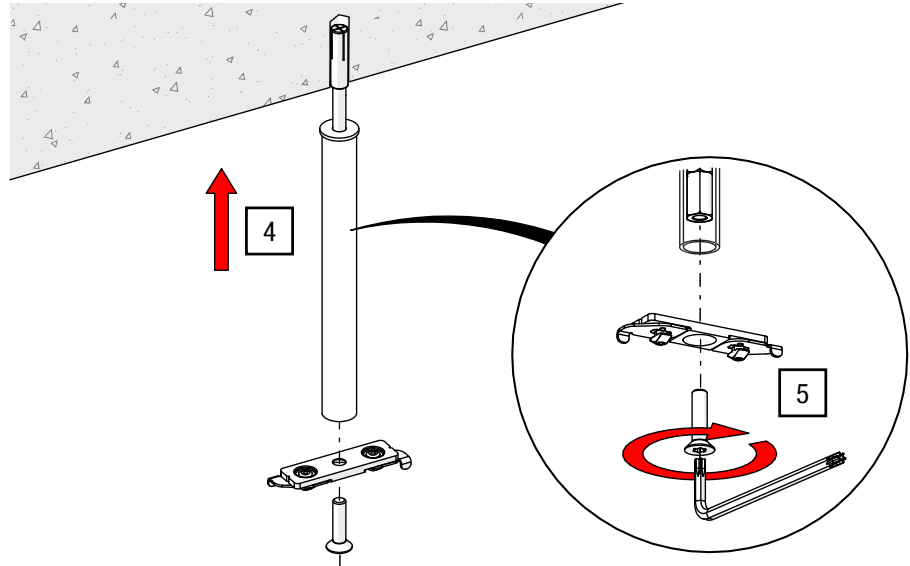

Abb. 26: Deckenabhängung – Halteplatte an Abhängung anschrauben
4. Schieben Sie das Rohr auf die im Einschlaganker eingeschraubte Gewindestange (siehe Abb. 26).
5. Verschrauben Sie die G-TRACK Montageplatte an der Verbindungsmutter mit einem TORX®-Schlüssel T30 mit 14 Nm (siehe Abb. 26).